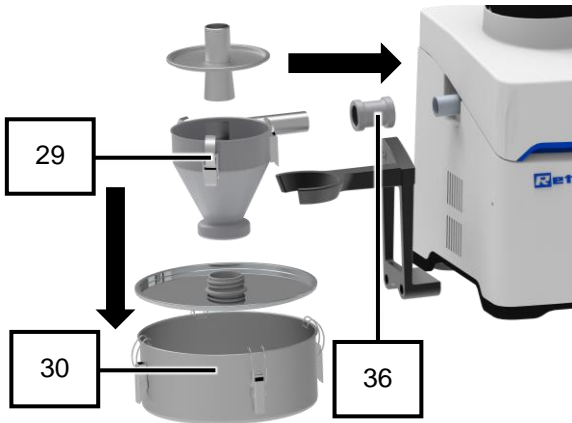

图48：旋流分离器的组件
13. 将旋流分离器(29)放到固定架(31)的托叉中(图48)。
14. 将旋流分离器(29)和直通式皮碗(26.1)与联轴器(33)相连(图48)。
17. 将收集容器(30)固定在旋流分离器(29)上(图48)。